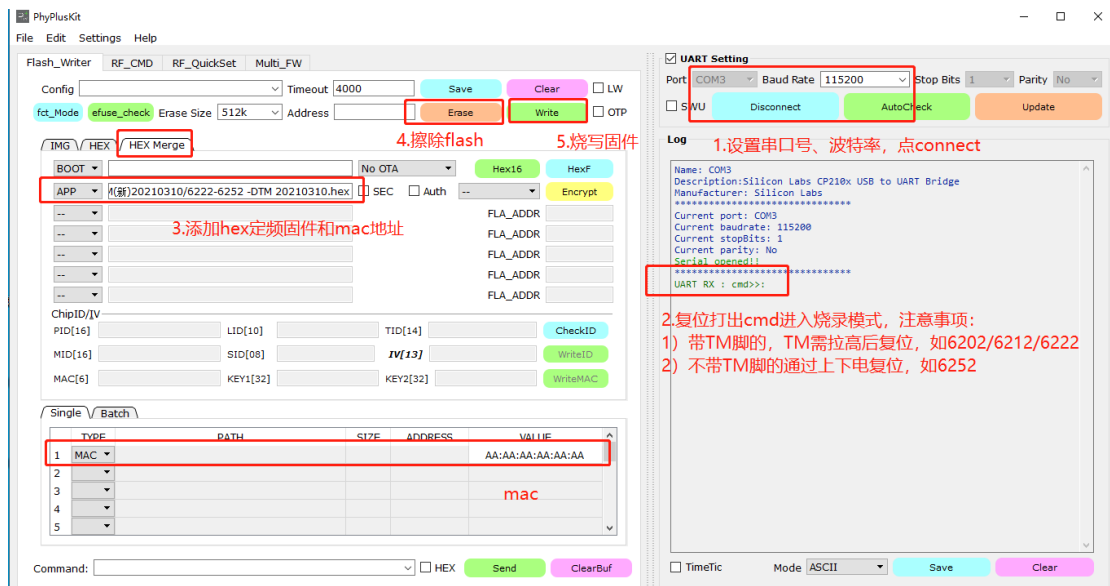

图 1
通过 UART 串口连接 DUT 板和电脑，打开 PhyPlusKit 软件，如图 1 中标注 1 所示选择需要连接的串口，选择波特率（PHY6202/6212/6222 波特率选 115200，PHY6252 波特率选 UXTDWU），点击 connect
2. 将 DUT TM 键置高，按 reset 键，显示如图 1 中标注 2 的绿色 UART RX: cmd>>: 字样，无 TM 脚和复位脚的型号（如 PHY6252），在设置波特率后点 connect 进入扫描状态时，直接通过通断电源线上下来复位打出绿色 UART RX: cmd>>: 字样.
3. 如图 1 所示进入 Flash\_Write 界面，点击 HEX Merge 选项，双击 app 条形框，选择需要烧录的软件，输入要烧录的 MAC 地址；